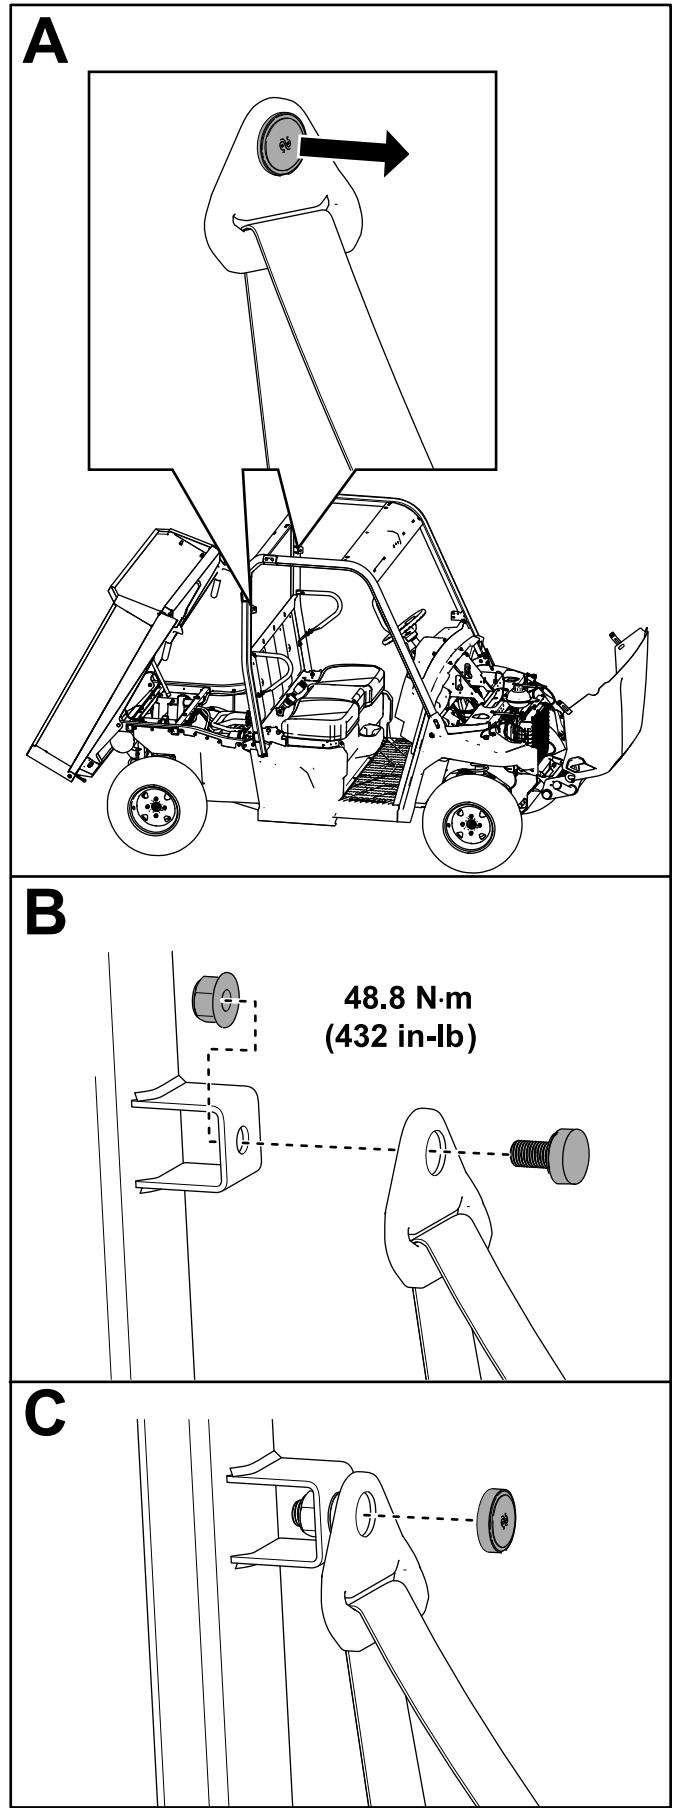

Figure 22
- A. Retirez le cache de la partie supérieure de la ceinture de sécurité (Figure 22).
- B. Insérez la ceinture de sécurité dans son support sur l'arceau de sécurité et fixez-la en place avec un contre-écrou (7/16"), comme montré à la Figure 22. Serrez le contre-écrou (7/16") à 48,8 N·m, comme montré à la Figure 22.
- C. Remettez le bouchon en place (Figure 22).